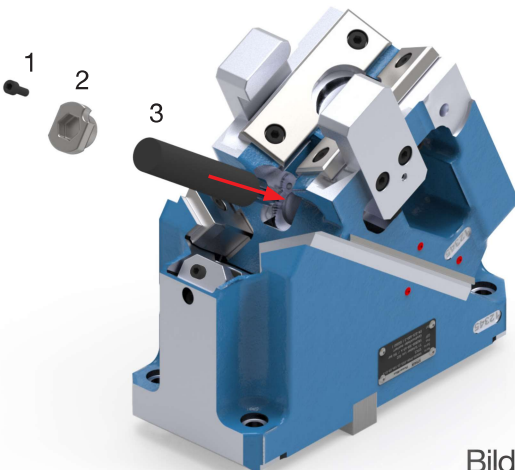

Bild 4
Führen Sie die Gasdruckfeder (3) in die dafür vorgesehene Bohrung (Bild 4). Stecken Sie den Bajonettverschluss (2) in die vorgesehene Öffnung und verdrehen ihn um 90°. Anschließend schrauben Sie die Sicherungsschraube (1) ein und ziehen sie mit 33 Nm an.
Stoppen Sie und warten bis das Gas entwichen ist. Anschließend drehen Sie das Tellerventil im Gegenuhrzeigersinn um es wieder zu schließen (Bild 4).